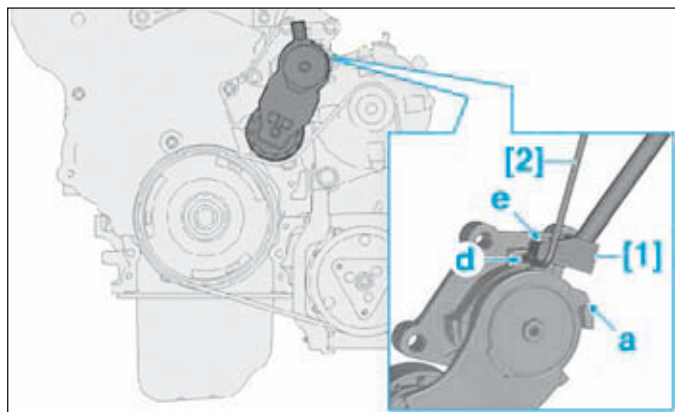

FIG.2
- Positionner l'outil [1] en (e) (Fig.2).